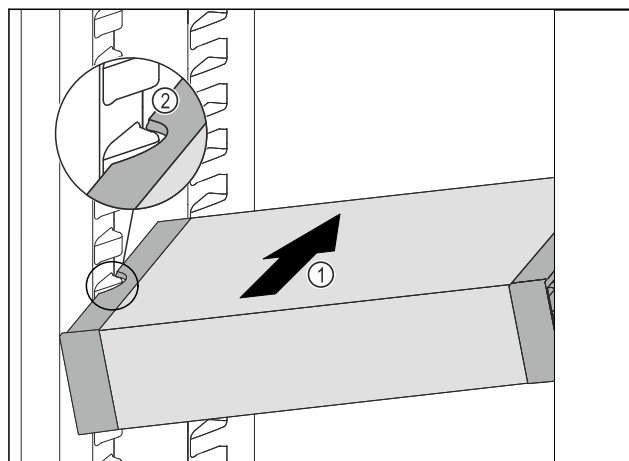

Fig. 119
- VarioSafe schräg in das Kühlteil einschieben Fig. 119 (1), bis sich die seitlichen Aussparungen Fig. 119 (2) des VarioSafes auf Höhe der Behälterrippe im Kühlteil befinden.